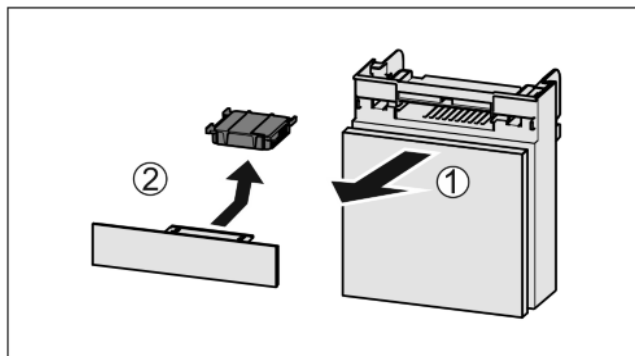

Fig. 44
- Wyciągnąć Fig. 44 (1) komorę do przodu.
- Wyjąć Fig. 44 (2) filtr z węglem aktywowanym.